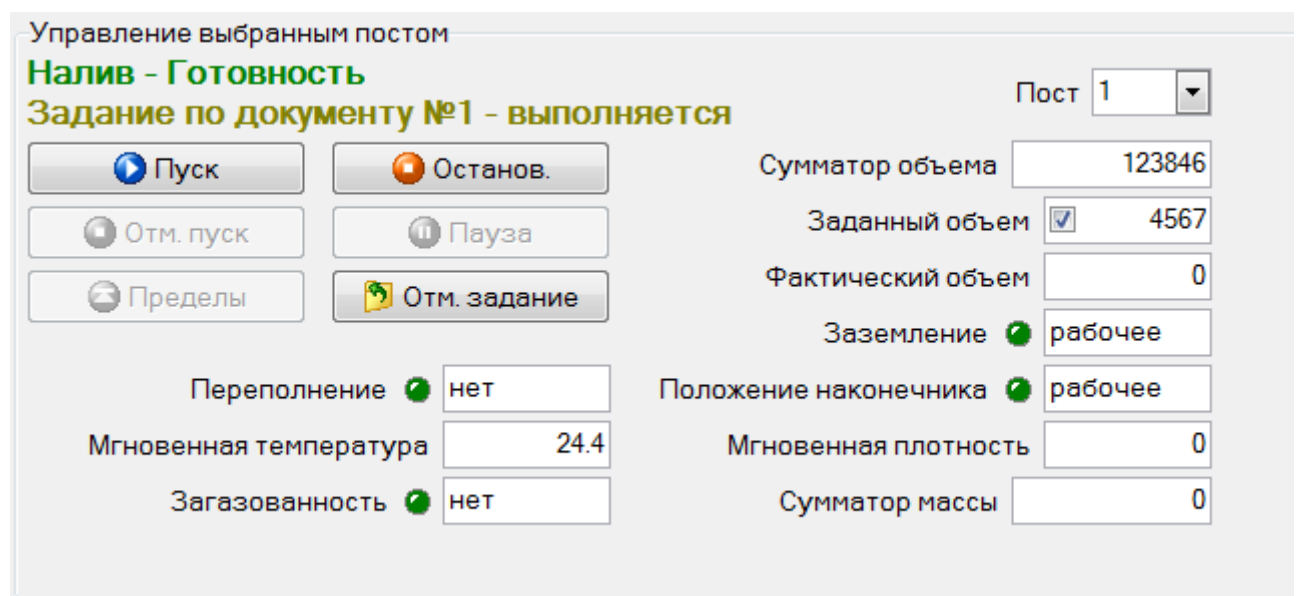

Рисунок 9 - Область управления выбранным постом
- 6) Отображение до 20 дополнительных параметров поста в зависимости от комплектации установки, которые выбираются пользователем отдельно для каждого поста. В случае отсутствия поддержки параметра в контроллере установки окно вывода значения заполнено красным цветом. Выбор параметра для отображения производится путем щелчка левой кнопкой мыши на одной из областей названий параметров (при перемещении мыши над областью она подсвечивается рамкой, рисунок 8), и выбора одного из параметров из всплывающего меню, рисунок 9. Доступны следующие варианты: